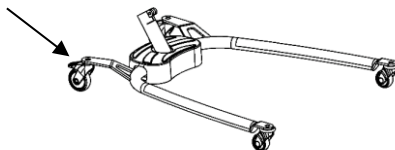

Fig. 1.6A
1. Coloque la base en el suelo y bloquee las ruedas con los frenos. Fig. 1.6A